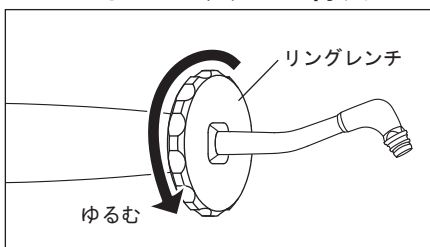

図 14
- 3) 付属のリングレンチをノズルの先から通してねじをゆるめ、ハンドピースからノズルを取り外します (図 14)。